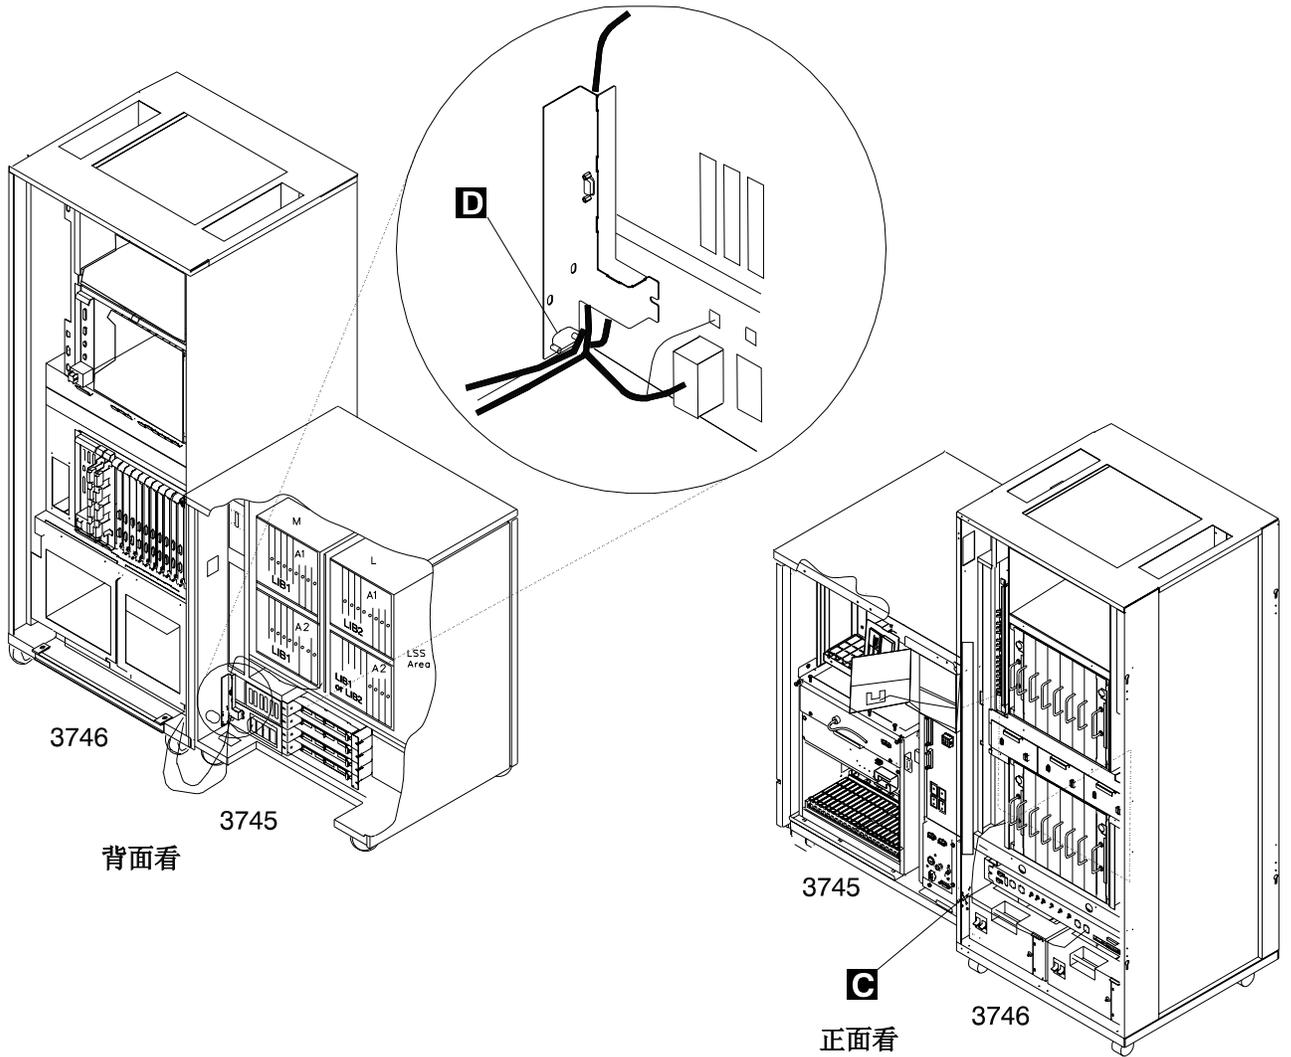

图 1. 3745/3746-900 电源控制线路由
- 通过电源控制线, 3746-900接地到3745(参照第3页的图1)。